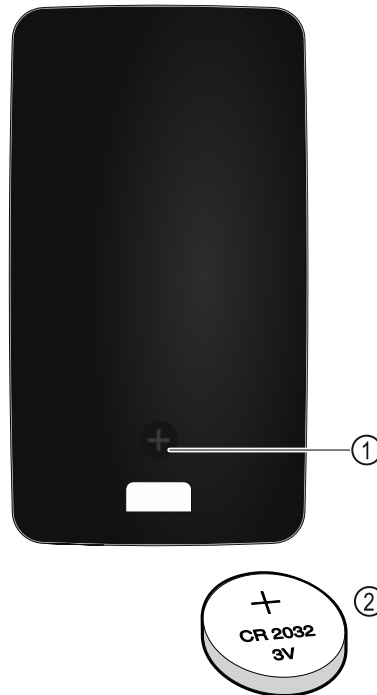

Fig. 260
L'alimentation électrique de la télécommande est assurée par une pile de type CR 2032 de 3 V Fig. 260 (2), disponible auprès des commerçants spécialisés.
- Dévisser la vis Fig. 260 (1) au dos de la télécommande.